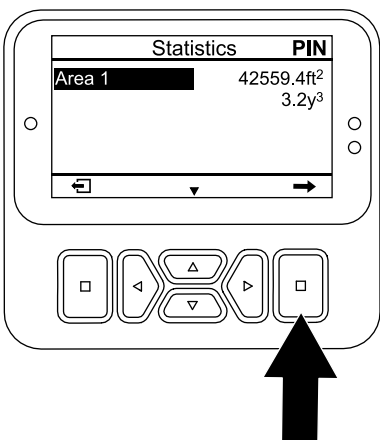

图 98
- 1. 在 STATISTICS 统计屏幕上按向下按钮直至 AREA 1 区域 1 选项被选定 图 98。